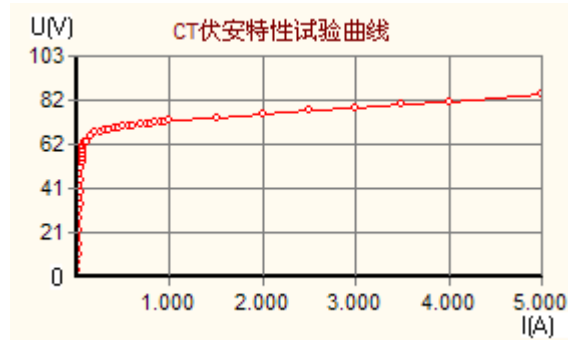

图 4.8 保存 CT 伏安特性曲线
1) “保存当前文件报告”是保存当前所选择的 CT 伏安特性的文件(图像, EXCEL 和 WORD), 在弹出的“文件保存”中, 选择保存路径, 并输入文件名称保存文件和图像, 如图 4.8、4.9、4.10 所示。